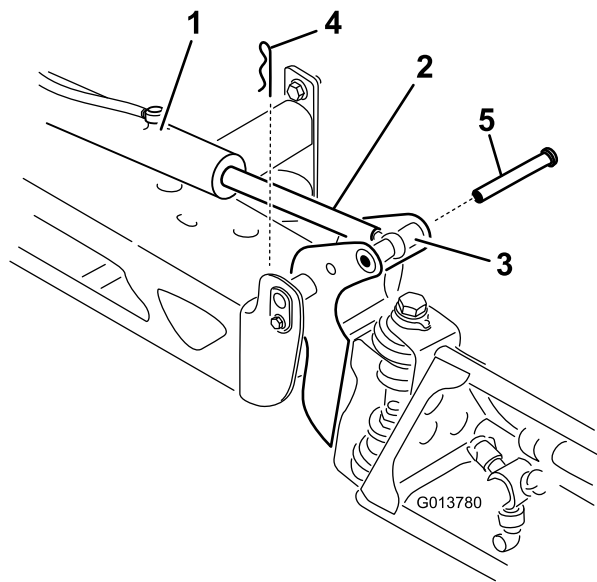

図 37
2. ピボットピンからコッターピンを抜き取る 図 37。
3. ブームを持ち上げて、ピンを外す(図 37)。ブームをゆっくりと床まで降下させる。
7. ブームを支えながら、ブームのピボットとアクチュエータロッドにピンを通す(図 37)。